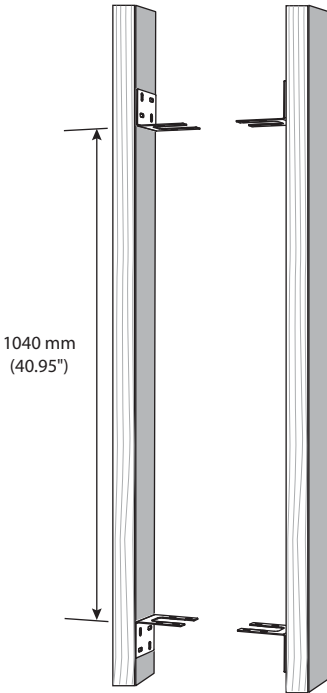

Abb. 1 Montieren Sie die Halterungen an den Wandpfosten
- 3. Bringen Sie die vier Halterungen an den Wandpfosten an und stellen Sie sicher, dass der Abstand zwischen der oberen und unteren Halterung wie in Abb. 1 gezeigt ist.